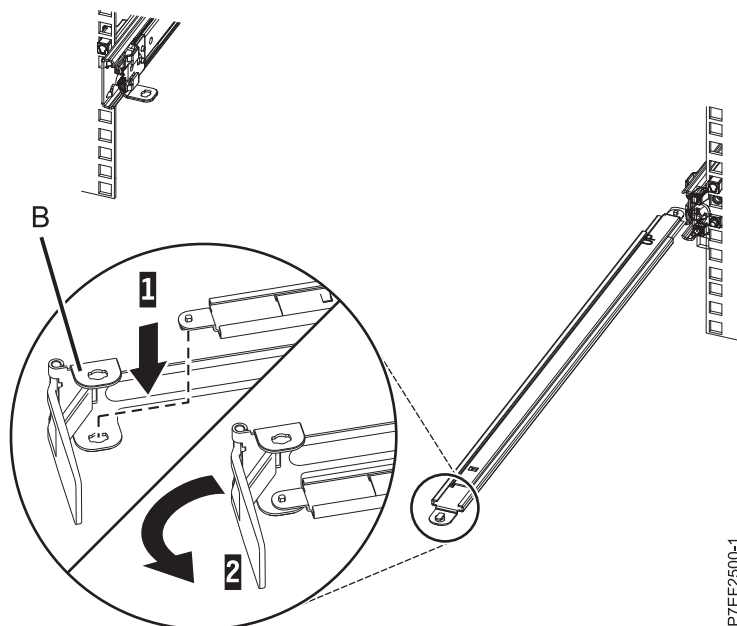

Figure 11. Fixation de l'équerre d'arrêt du bras de routage des câbles au bras de support
3. Localisez le trou situé en bas, dans l'angle interne du support d'arrêt de routage des câbles en forme de L (B). Placez l'extrémité non fixée du bras de support de sorte que le taquet de verrouillage de la face inférieure de son extrémité s'aligne sur le trou du support. Insérez la languette dans le trou (1) et tournez le support (2) pour le fixer au bras de support. Pour plus de détails, voir figure 11, à la page 9.